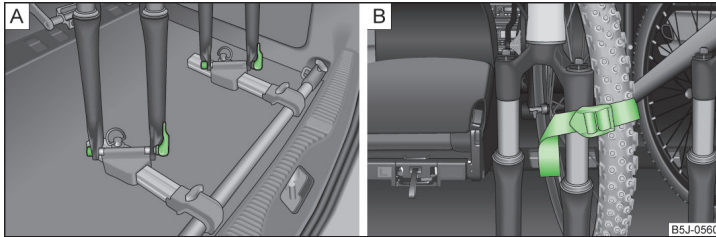

Abb. 72 Fahrrad einsetzen / Befestigungsbeispiel des Vorderrads
- › Die Fahrradgabel auf die Befestigungsachse aufsetzen und mit dem Schnellspanner festziehen » Abb. 72 - [A].
- › Das abgebaute Vorderrad am besten zwischen der Kurbel des linken Pedals und dem Fahrradrahmen verstauen und mit einem Gurt an der Vordergabel » Abb. 72 - [B] bzw. an einem der Befestigungselemente befestigen.